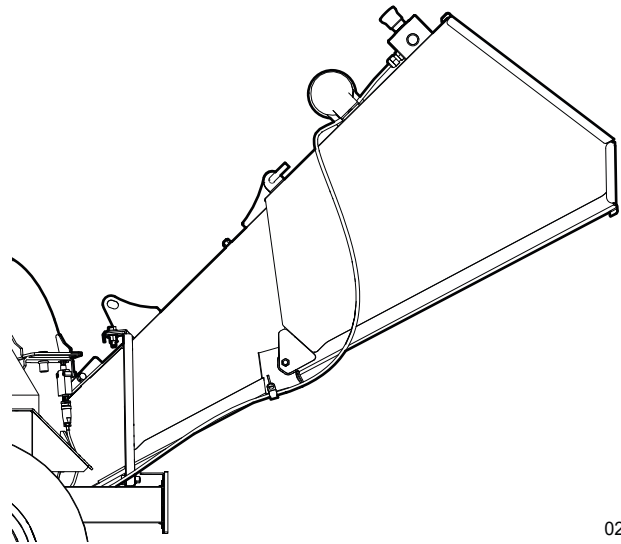

Fig. 18 – Position ouverte
2. Abaissez la trémie de déchetage dans la position ouverte. Voir Fig. 18.